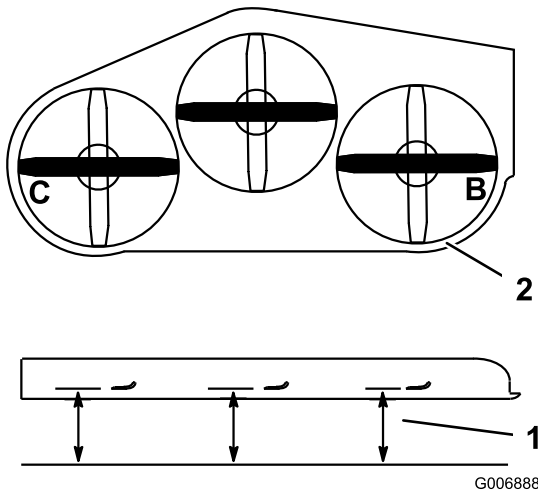

Figure 81
4. Aux points **B** et **C**, mesurez l'écart entre une surface plane et le tranchant de la pointe des lames (Figure 81).